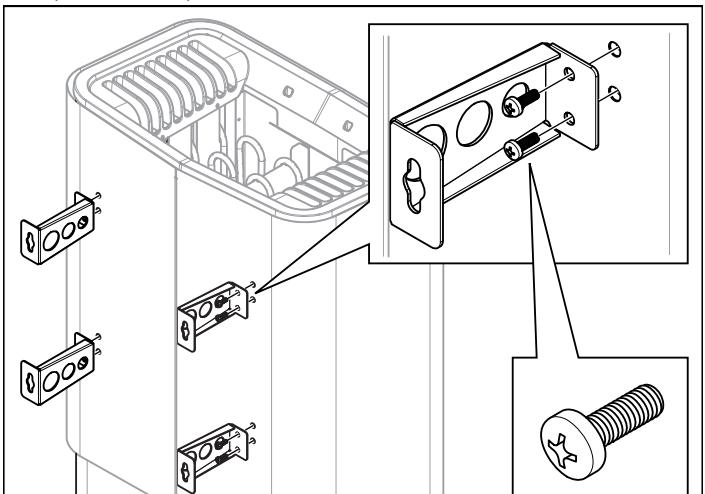

Abbildung 11: Montage der Halterungen an der Heizung
6. Lösen Sie die ersten beiden Schrauben auf der Rückseite der Heizung und schrauben Sie eine der vier Halterungen daran fest. Wiederholen Sie den Vorgang, bis alle Halterungen montiert sind (siehe Abb. 11).